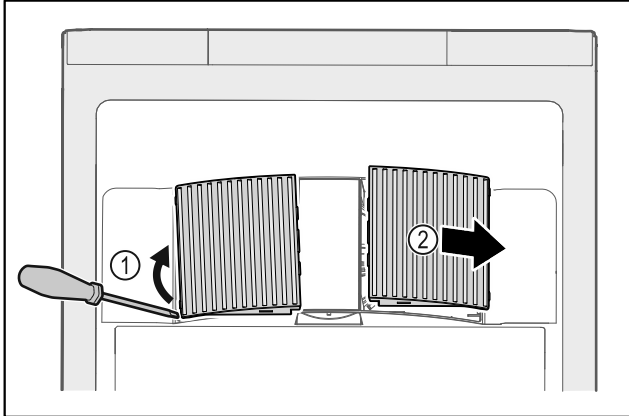

Fig. 140
- ▶ Nxirrni jashtë duke i ngritur lart me kujdes kapakët mbulues të ventilatorit nga anash Fig. 140 (1) dhe hiqini nga përpara Fig. 140 (2).